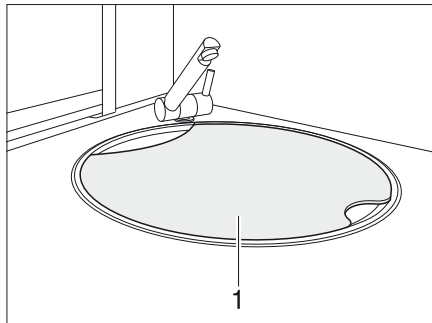

Bild 11 Diskhons lock
- ▶ I händelse av ett olycksfall eller vid en nödbromsning kan diskhons lock (Bild 11,1) skada fordonets passagerare. Före körning, ta bort locket från diskhon och förvara det säkert i köket eller i klädsåpet.